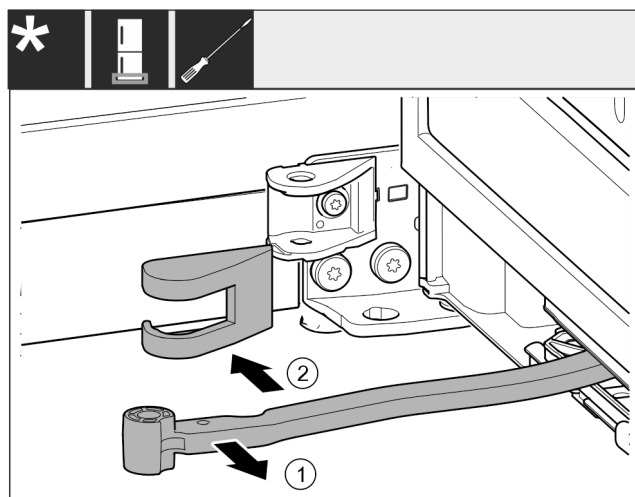

Fig. 16
- Otočte kloub směrem ke dveřím. Fig. 16 (1)
- Sejměte kryt stojanu ložiska. Fig. 16 (2)